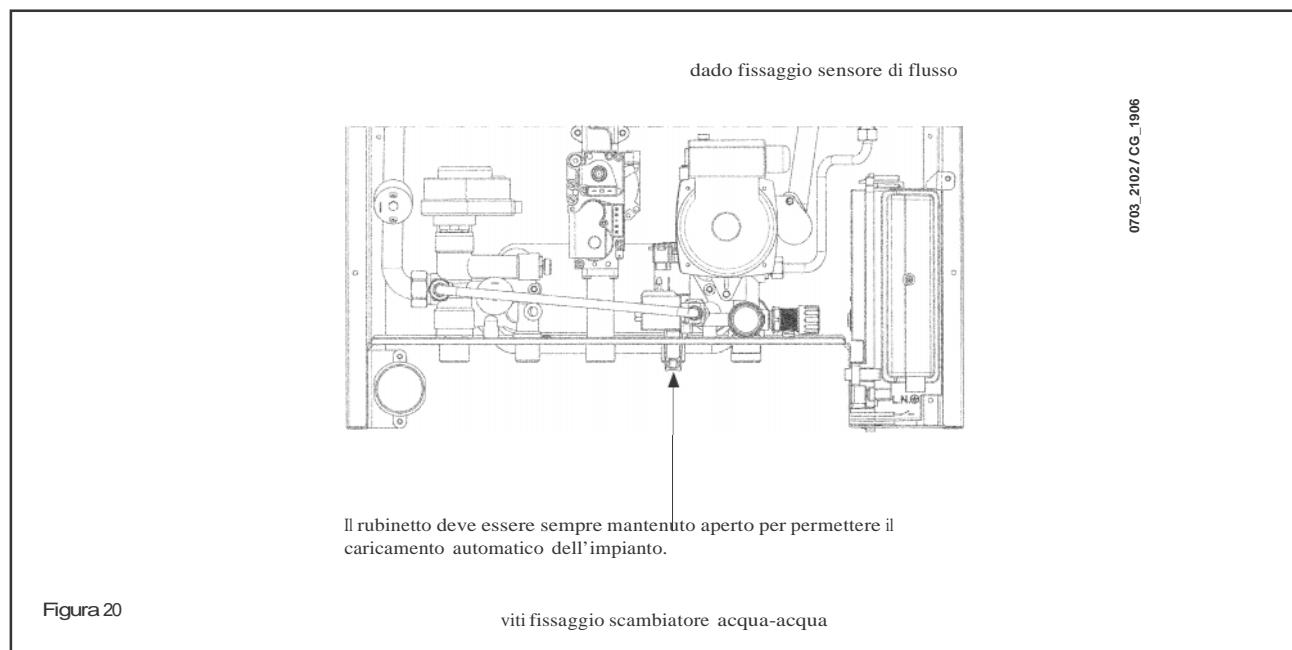

Figura 20
- Svitare il dado presente sul gruppo sensore di flusso (figura 20).